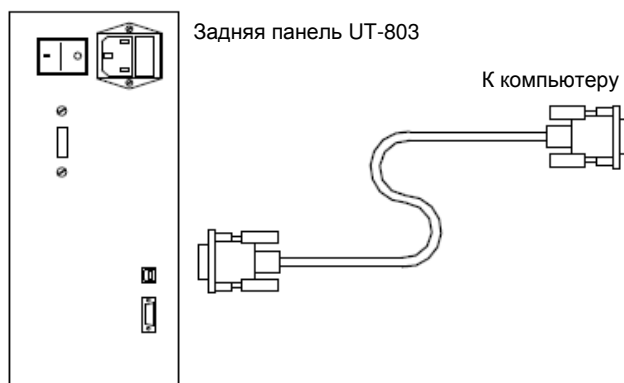

Рисунок 14
**А. Подключение мультиметра к компьютеру** (см. рисунок 14)